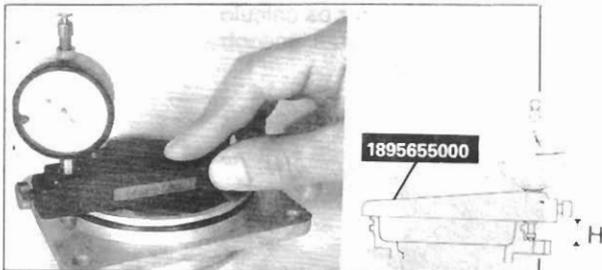

Fig.120 — Medição da altura "H"
Medir com o auxílio dum comparador montado no suporte específico "ref. 189 565 5000" a dimensão "H" (fig.120) da flange.